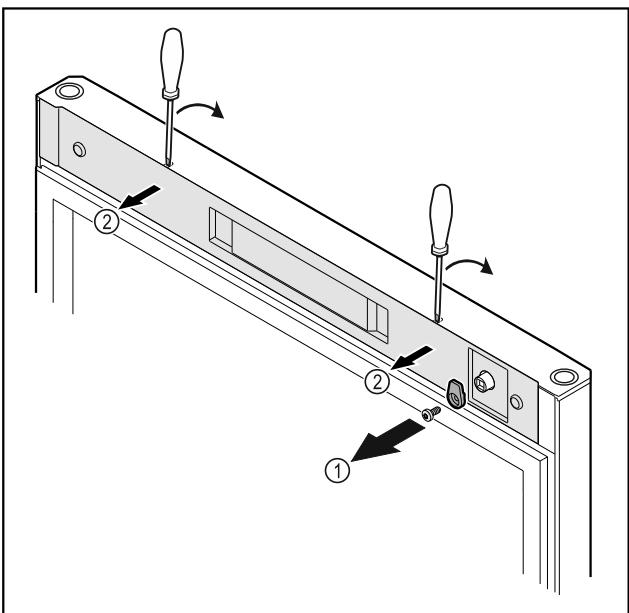

Fig. 8
► Schließenhaken Fig. 8 (1) abschrauben.
► Abdeckung Fig. 8 (2) mit einem kleinen Schraubendreher ausrasten und abnehmen.